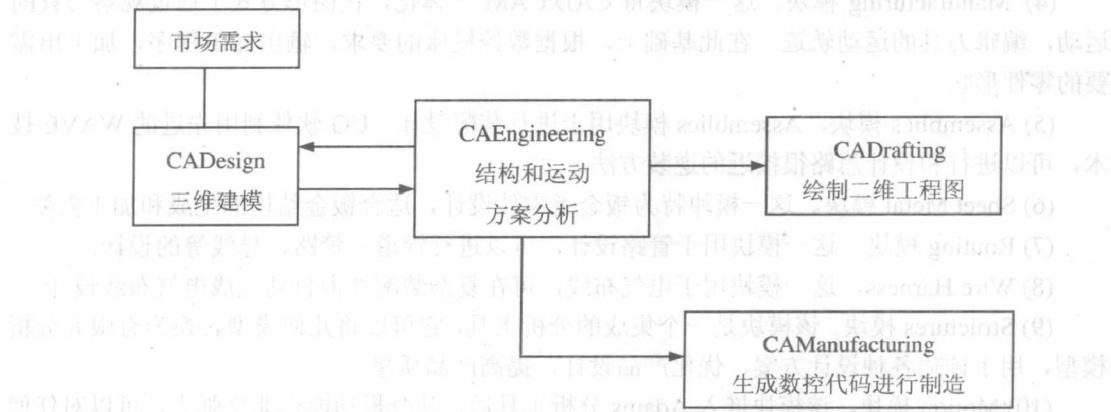

图 1-1 工作流程图
- (1) 集成性。图 1-1 为 CAD/CAE/CAM 集成的工作流程图。从设计到制造采用同一数据几